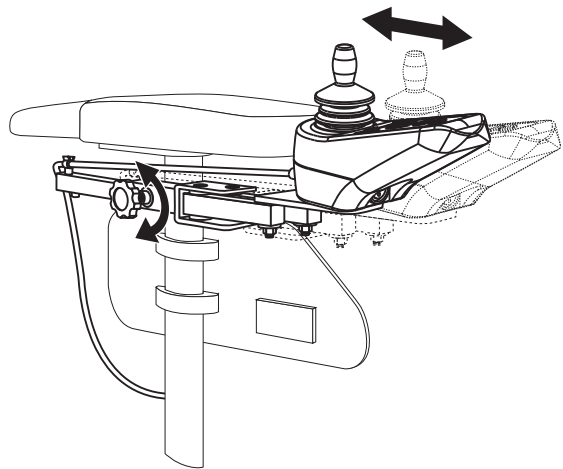

Figure 15. Position du contrôleur
4. Desserrez le bouton de réglage sur l'accoudoir ou le contrôleur est situé. **Voir la figure 15.**